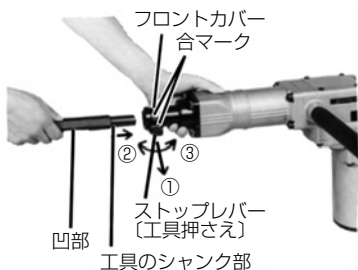

図 3
- (1) ストップレバー [工具押さえ] を矢印の向きに引き、次に矢印の方向又はの方向に180°回転させます。次に工具のシャンク部をフロントカバーの六角穴へ一杯にさし込みます。ブルポイントの場合は左図のように凹部を下にしてさし込みます。(図3)
- (2) ストップレバーを元にもどして工具が抜けないようにします。フロントカバーとストップレバーの合マークを合わせると工具が装着できます。